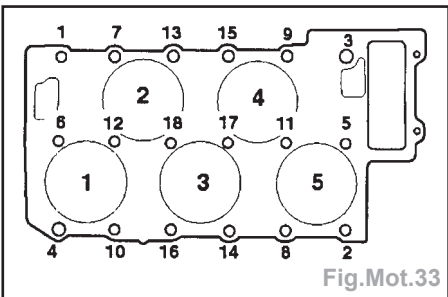

Fig.Mot.33
- Desserrer les vis de culasse dans l'ordre indiqué (Fig.Mot.33).